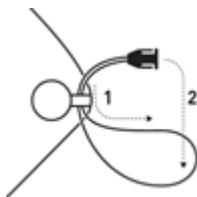

Figura 13 - Applicazione del cordoncino
Far passare i due anelli nelle aperture (1) sul dispositivo (2) e collegare il cordoncino con le clip di regolazione sugli anelli. Quindi regolare la lunghezza del cordoncino in base alle proprie esigenze (Figura 13).